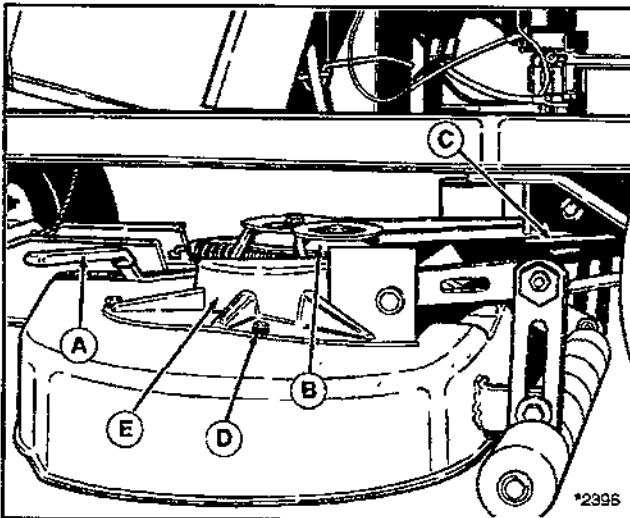
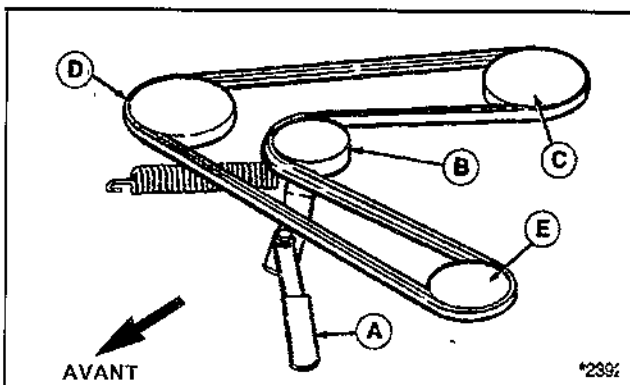

Figure 20
Figure 21. Schéma avec poulie du plateau de 34"
2. Si la tondeuse n'est pas enlevée, placer celle-ci en position de coupe basse. Repousser le levier de la poulie tendeur (A, figure 20) pour relâcher la tension de la courroie. Enlever la wurroie de la poulie d'embrayage électrique (C)
3. Desserrer les 3 écrous (D) fixant les caches de l'arbre d'entraînement à gauche.
7. Vérifier le fonctionnement des courroies selon schéma de la figure 21.